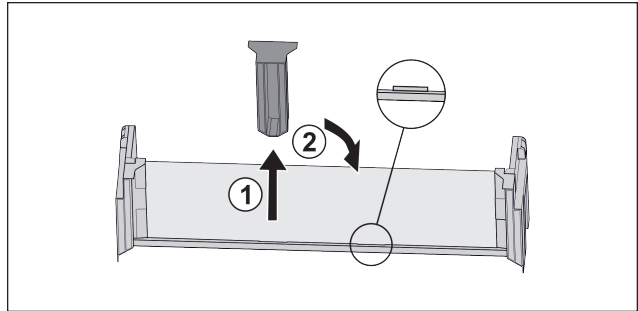

Fig. 24
- ▶ Снимите среднюю поддерживающую деталь Fig. 24 (1).
- ▶ Вставьте среднюю поддерживающую деталь во вторую позицию Fig. 24 (2).